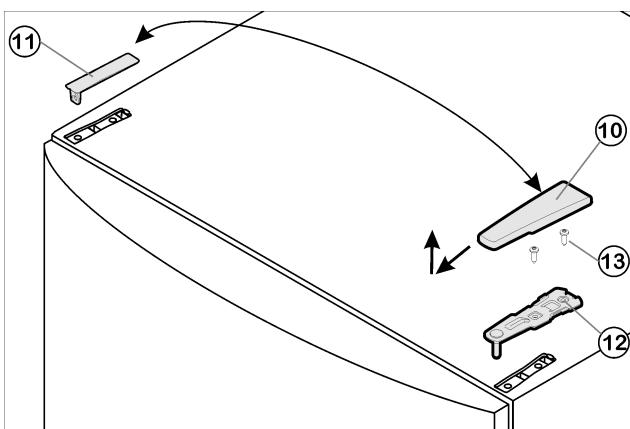

Fig. 4
- Kryt Fig. 4 (10) stáhněte dopředu a nahoru.
- Kryt Fig. 4 (11) zvedněte.
- Horní stojan ložiska Fig. 4 (12) odšroubujte (2 krát Torx® 25) Fig. 4 (13) a stáhněte nahoru.
- ▶ Horní stojan ložiska Fig. 4 (12) vložte na nové straně závěsu do dveřek.
- ▶ Horní stojan ložiska Fig. 4 (12) přišroubujte (s 4 Nm)(2krát Torx® 25) Fig. 4 (13). Díry pro šrouby případně předem propíchněte nebo použijte akumulátorový šroubovák.
- ▶ Kryt Fig. 4 (10) a kryt Fig. 4 (11) zatlačte vždy na opačné straně.